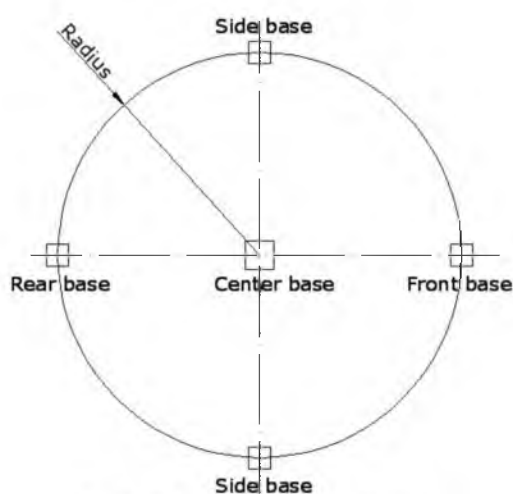

Figure 1: layout of concrete base
3.4.1 В зависимости от глубины фундамента (см. рисунок 1 выше) в бетоне следует проделать отверстия соответствующего размера.